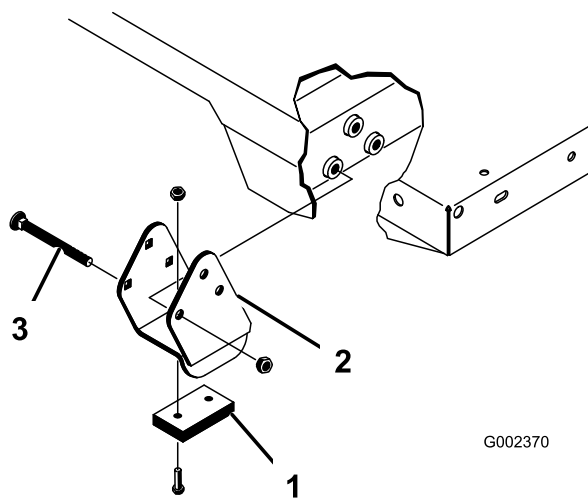

Figura 34
Nota: Certifique-se de que os suportes dos espaçadores e os bloqueios contra desgaste (Figura 34) foram instaladas na cabeça das porcas no interior da máquina.
2. Coloque a plataforma com cuidado no chassi, alinhando os orifícios posteriores da placa articulada da plataforma com os orifícios do canal traseiro e coloque 2 passadores de forquilha e pinos de sujeição (Figura 34).
4. Introduza o passador de forquilha na parte exterior da plataforma com o pino de sujeição virado para fora (Figura 34).